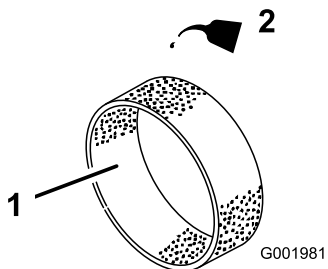

Figura 48
- Coloque 30 ou 60 ml de óleo no filtro (Figura 48).